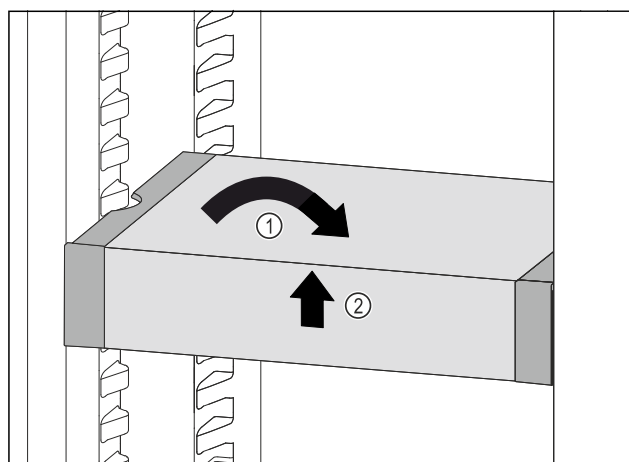

Fig. 120
- VarioSafe gerade stellen. Fig. 120 (1)
- VarioSafe vorne anheben. Fig. 120 (2)